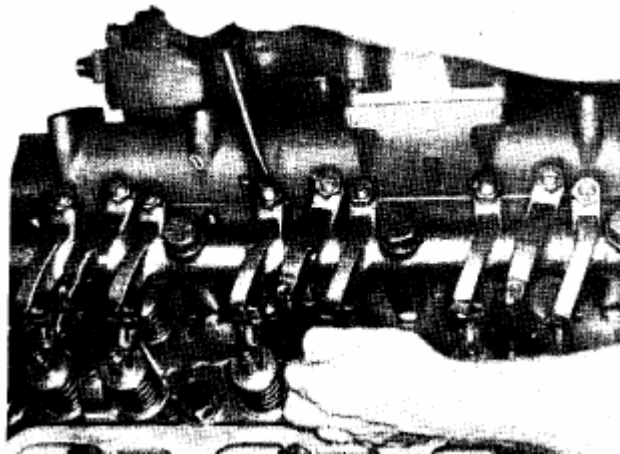

Рис. 2-41. Регулировка клапанов – V-303
1. Ослабьте контргайку и отверните регулировочный винт. Введите щуп - калибр между рычагом коромысла и верхней частью крейцкопфа. Рис. 2-41. Зазоры для клапанов показаны в таблице 2-11. Поворачивайте винт до тех пор, пока рычаг не прикоснется к калибру. Зафиксируйте регулировочный винт в этом положении с помощью контргайки. Крутящий момент для затяжки контргайки должен быть равен 40-45 фут-фунт [54 - 61 Нм] или 30-35 фут-фунт [41 - 47 Нм], когда используется адаптер ST-669.